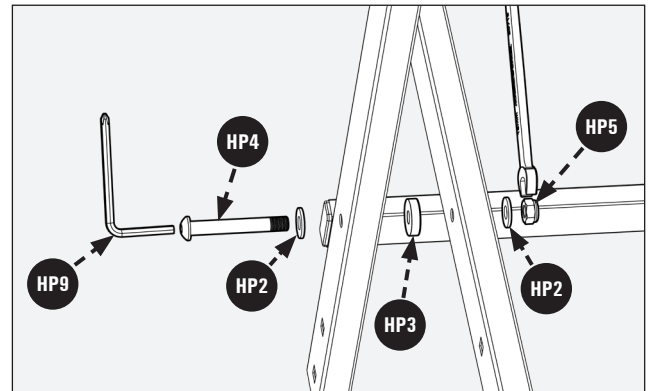

FIGURA 2
2. Utilizando la llave Allen combinada de 4mm **HP9** y la llave combinada de 13mm (no suministrada), asegure el conjunto de la base con el tornillo de cabeza hexagonal M8 x 65mm **HP4**, Espaciador de plástico M8 **HP3**, 2 Arandela plana 8mm x 14mm x 1.5T **HP2** y la tuerca de bloqueo M8 **HP5**. Figura 2. Repita esta operación para el otro lado.
NOTA: Espaciador de plástico M8 **HP3** se encuentra entre la pieza de la base 1 **PC11** e la pieza de la base 2 **PC12**. Figura 2 para la disposición correcta de las piezas de la base.